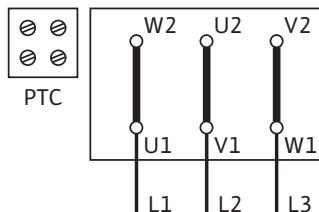

Fig. 45: Démarrage Y-Δ (de série)
Le schéma de raccordement électrique se trouve dans le couvercle de la boîte à bornes (voir aussi Fig. 45/46).
- L'alimentation réseau de la plaque à bornes dépend de la puissance moteur P_2 , de la tension d'alimentation et du type de branchement. Pour le couplage nécessaire des ponts de liaison dans la boîte à bornes, se reporter à la liste suivante «Tabl. 4 : Affectation des bornes» à la page 75 et aux Fig. 45/46.
Démarrage Y- Δ (de série)	Retirer les ponts de liaison (Fig. 45)